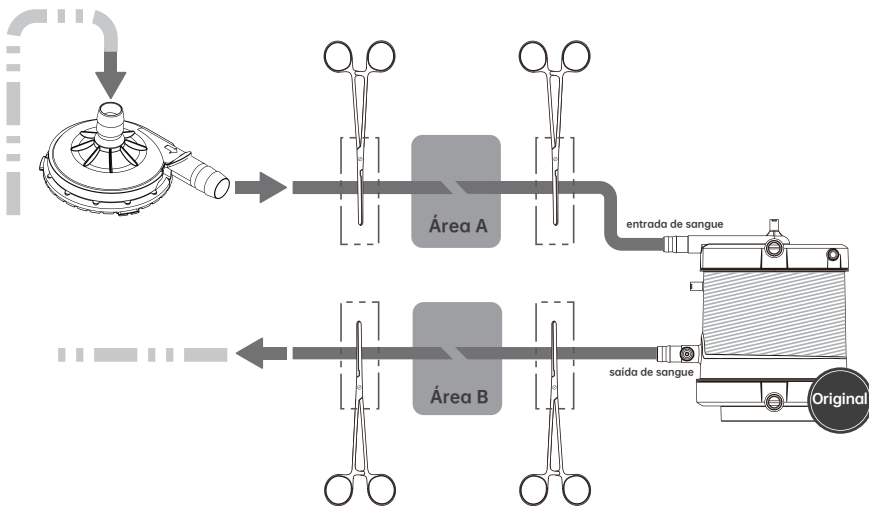

Figura 2
- Corte a tubulação de entrada e a tubulação de saída do oxigenador em um ponto entre essas duas braçadeiras, conforme mostrado na Figura 2.